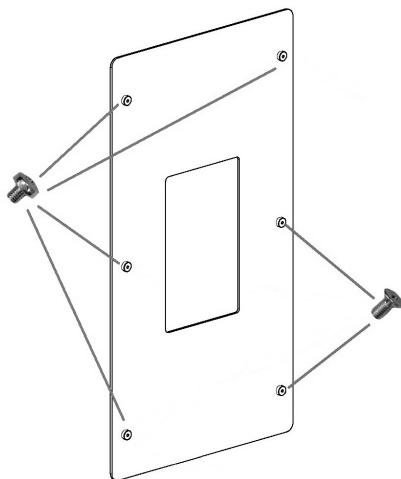

Fig. 40 - Draai de schroeven aan
- Draai de schroeven aan op de openingen op het glas: 4 schroeven met ronde kop en 2 schroeven met platte kop (zie **Fig. 40**).